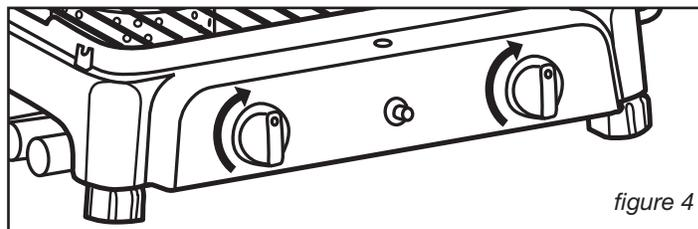

figure 4
2. S'assurer que les robinets de l'appareil sont fermés comme illustré à la figure 4.